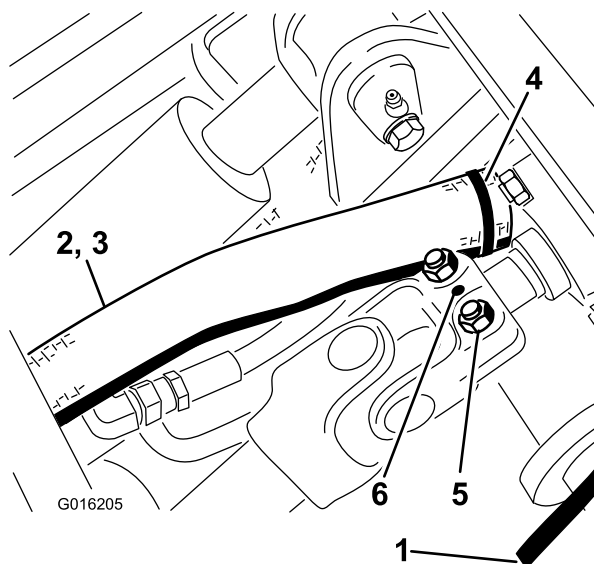

図 73
4. 駆動シャフトをギアボックスのシャフトに固定しているボルト2本についているロールピンを取り、キャップスクリュをゆるめる 図 73。ギアボックスのシャフトから駆動シャフトを抜き取る。